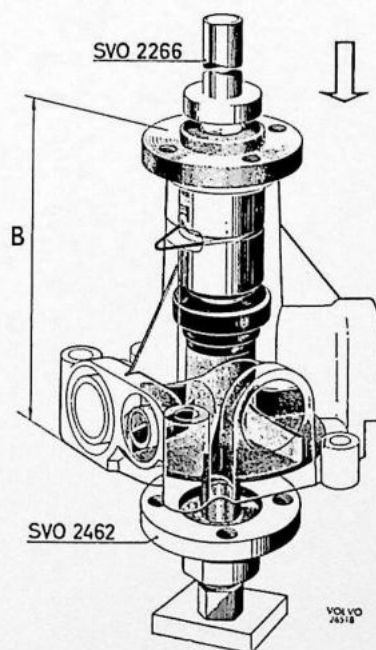

Fig. 2-109. Montage van de poelie
4. Draai de pomp om. Zet een tegenhouder onder de as in het gat van de schoep en pers de naaf er met SVO 2266 op. Gebruik om tegen te houden bijvoorbeeld trekker SVO 2462 met de trekbout ingeschroefd, zodat deze tegen de as draagt. Pers voorzichtig zover tot de maat B, in Fig. 2-109, 105 mm \pm 0,2 mm (4.134 \pm 0.008") bedraagt.